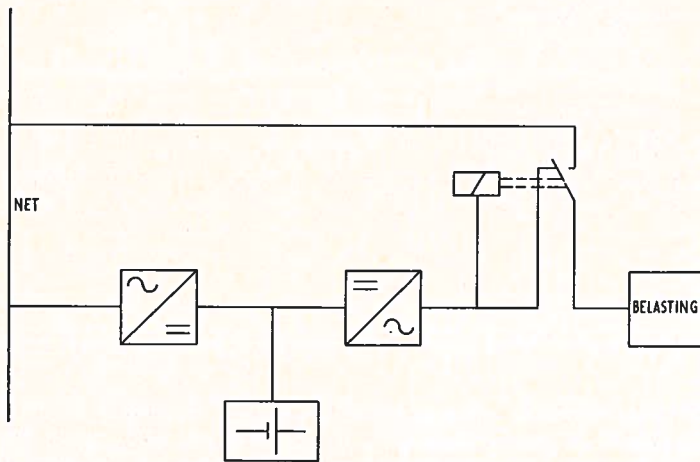

FIG. 5
2.4. Continu-bedrijf met terugschakeling op het net fig. 5